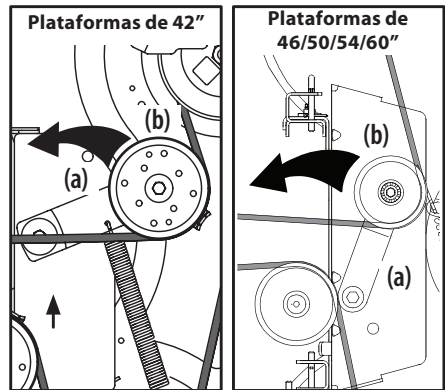

Figura 41
- Usando la manija de elevación de la plataforma o el pedal y la perilla de elevación de la plataforma, levante la plataforma a la posición que le ofrece mayor recorrido horizontal de la correa entre las poleas locas de la plataforma y la polea de la PTO en la base del motor. Vea la Figura 41.
- Desde la parte media del tractor, haga girar el soporte de polea loca (a) y la polea loca móvil (b) hacia atrás, justo lo suficiente para levantar la correa, por encima de la polea del husillo. Consulte la Figura 41.